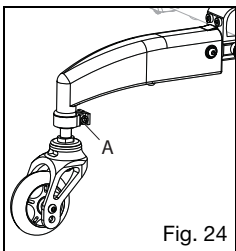

Fig. 24
1. Løsn 6 mm møtrikken i klemringen (fig. 24:A).
3. Stram 6 mm møtrikke i klemringen (fig. 24:A).